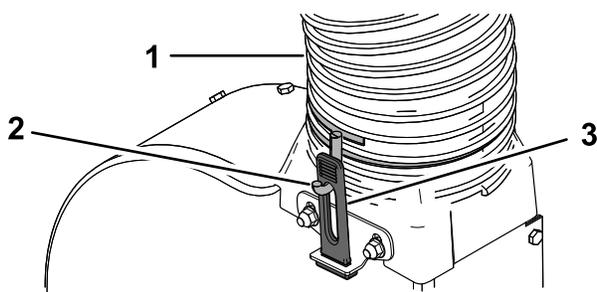

Figura 10
4. Avvitare la fascetta stringitubo sull'altra estremità del nuovo flessibile per 2 o 3 giri (**Figura 10**).